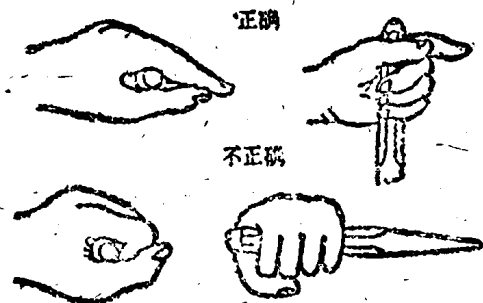

图19 凿子的握持法
①正确握持凿子的方法如图19上面两图所示，用左手 中指、无名指、小指握住凿子柄，拇指和食指要自然地伸直或松 弛在柄上，这样握法可免除锤击时引起的抖动伤手；